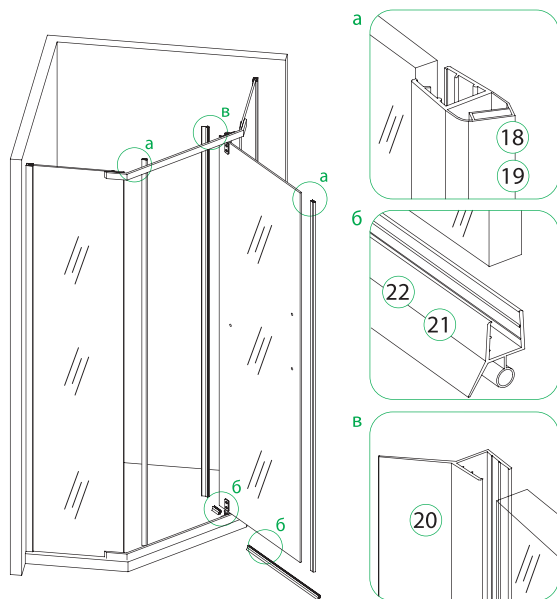

Рис. 12/12-сур.
- Установите магнитные уплотнители (18, 19) (рис. 12а, б), нижние уплотнители (21, 22) (рис. 12в) и боковой уплотнитель ПВХ (20) рис. 12в